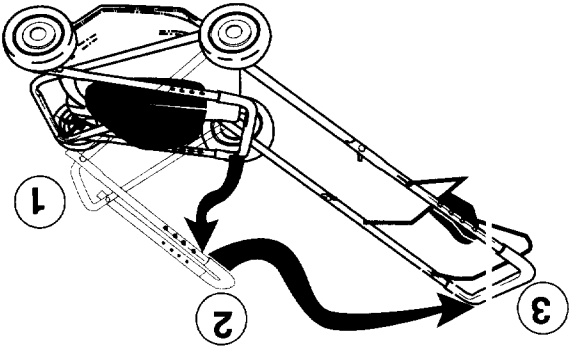

Figura 2
- Tire hacia arriba y hacia atrás del mango superior, para llevar el mango a la posición de operación. Asegúrese que el mango inferior esté asentado seguramente dentro de los soportes de montaje del mango. Vea los pasos 1, 2, y 3 en la figura 2.